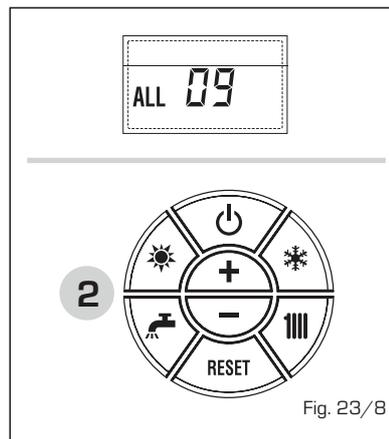

Fig. 23/8
**- ANOMALÍA SONDA AUXILIAR "AL 10" (fig. 23/9)**
**CALDERA CON ACUMULADOR:** Anomalía sonda calentador (SB). Cuando la sonda del quemador está abierta o en cortocircuito, en el display se visualiza la anomalía ALL 10. La caldera funciona pero no efectúa la modulación de potencia en fase sanitario.
**CALDERA SÓLO CALEFACCIÓN:** Anomalía sonda anticongelante (SA), en las calderas que prevén el uso de la sonda anticongelante. Cuando la sonda está abierta o en cortocircuito, la caldera pierde una parte de la funcionalidad anticongelante y en el display se visualiza la anomalía ALL 10.
**CALDERA COMBINADA CON INSTALACIÓN SOLAR:** Anomalía sonda entrada sanitario (ST). Cuando la sonda está abierta o en cortocircuito, la caldera pierde la función solar y en el display se visualiza la anomalía ALL 10.